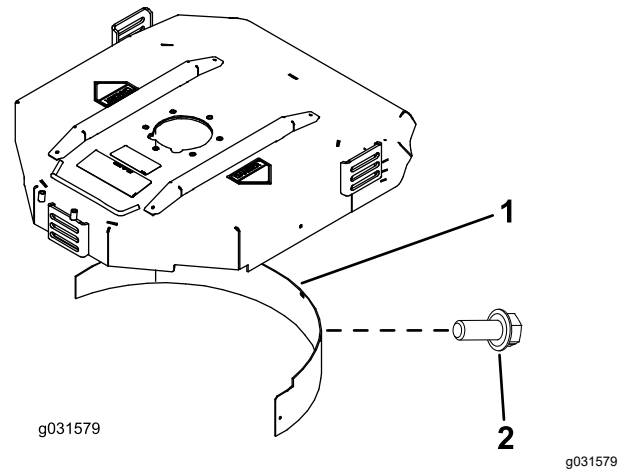

図 19
2. 後部の取り付け穴にマルチングバッフルを取り付け、フランジヘッドボルト 5 本で固定する 図 19。